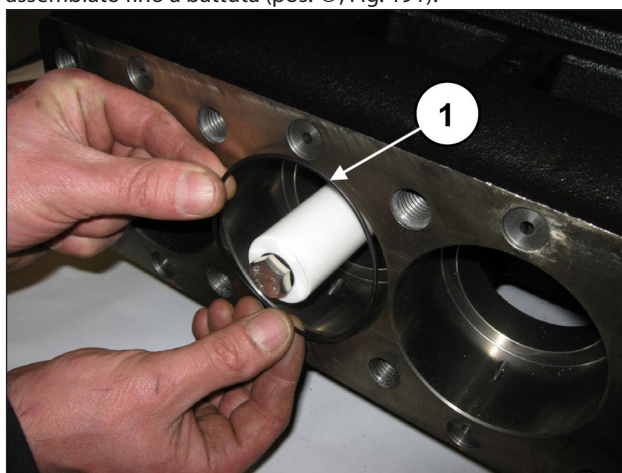
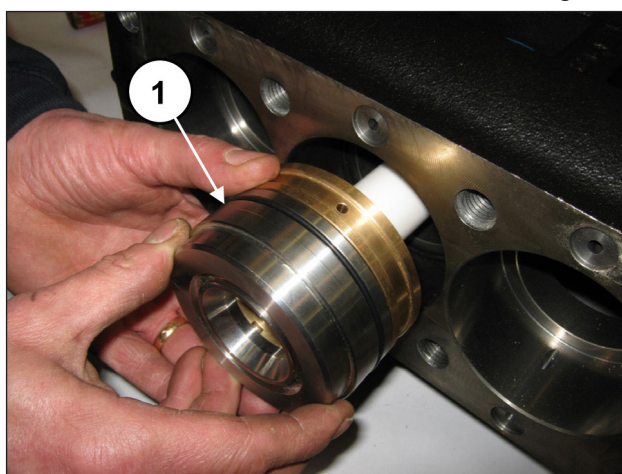

Fig. 190
Fig. 191
Inserire l'O-ring all'interno del carter pompa (pos. ①, Fig. 190) e successivamente il blocco camicia-supporto guarnizione (completo del medesimo O-ring) precedentemente assemblato fino a battuta (pos. ①, Fig. 191).